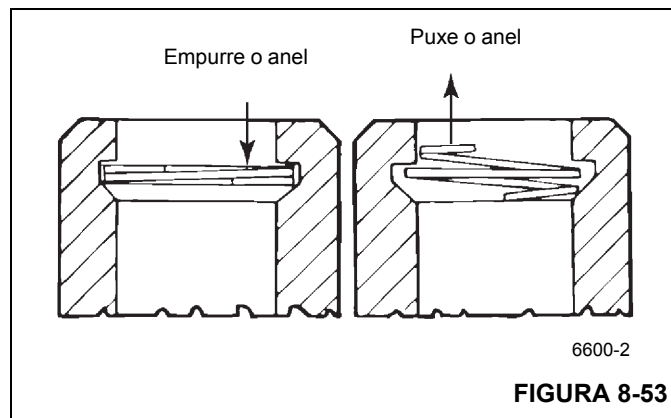

FIGURA 8-53
3. Use uma chave de fenda pequena para empurrar para baixo um lado do anel de trava do pistão e forçá-lo para fora da ranhura (Figura 8-53).
4. Estenda as espiras do anel. Use um alicate para desenrolar o anel e extraí-lo da ranhura. Use um novo anel ao montar o ajustador de folga (Figura 8-53).